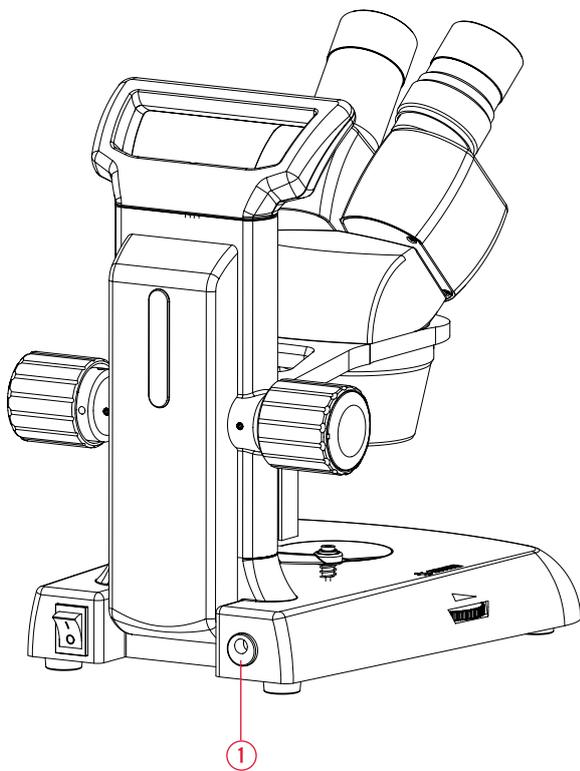

Figure 1
- Branchez le chargeur à l'alimentation électrique. Avant de brancher, assurez-vous que la tension de fonctionnement du microscope soit la même que la tension d'alimentation (100 ~ 240 V 50 / 60Hz). (Figure 1)